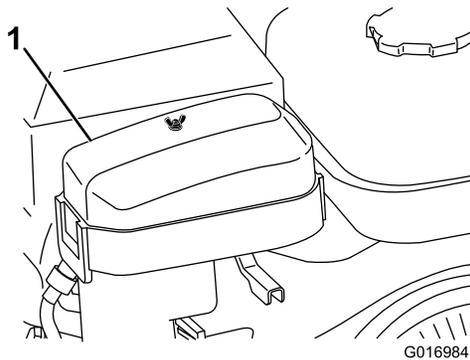

図 28
2. エアクリーナカバーの蝶ナットを取り、カバーを外す(図 28)。